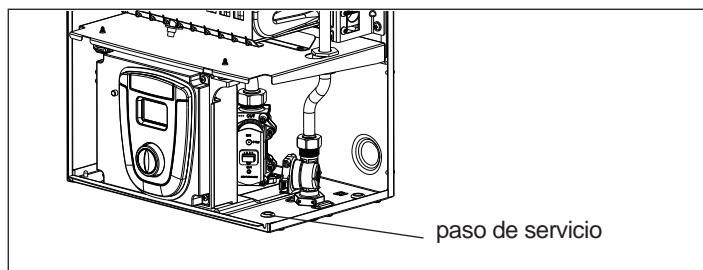

Fig. 13 - Paso de servicio
- Quite el tapón que cierra el paso de servicio (situado en la chapa soporte grifos - Fig. 13) y haga pasar a través del agujero el tubo de silicona del manómetro